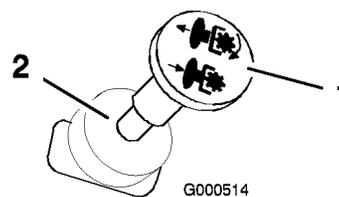

Figura 10
3. Estraete il comando delle lame per innestare le lame (Figura 10).
Spingete il comando delle lame in posizione Off per disinnestare le lame (Figura 10).